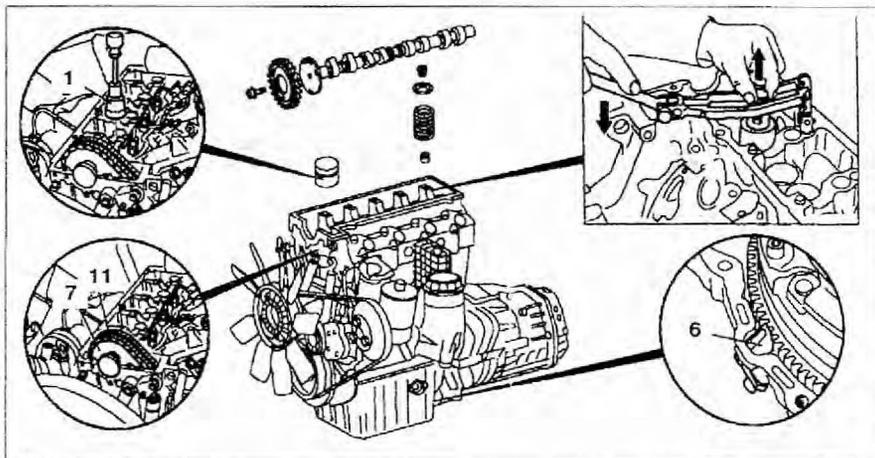

Рис. 2.14. Привод клапана:
5. Снимите гидрокомпенсаторы 1 намагнитным съемником (рис. 2.14).